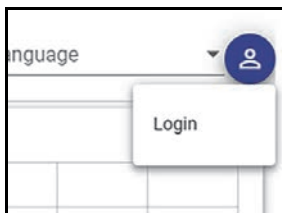

Figura 5-2 Ícone de acesso de administrador
1. Clique no ícone no canto superior direito da tela (veja Figura 5-2 na página 62).